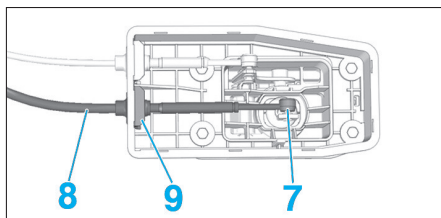

Fig. 10
- Dégrafer la rotule (7) du câble de passage (8) du levier de commande (Fig.10).
- l'agrafe (9),
- le câble de commande de passage de vitesses (8).